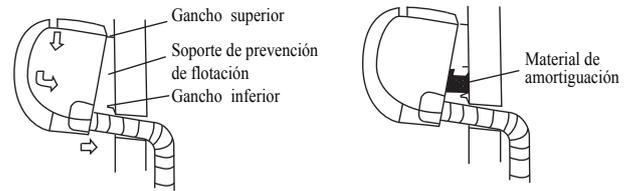

Fig.12
2. Coloque el gancho superior en la parte trasera de la unidad interior en el gancho superior de la placa de instalación, mueva la evaporadora de lado a lado para ver que está bien enganchada. (ver Fig. 12).